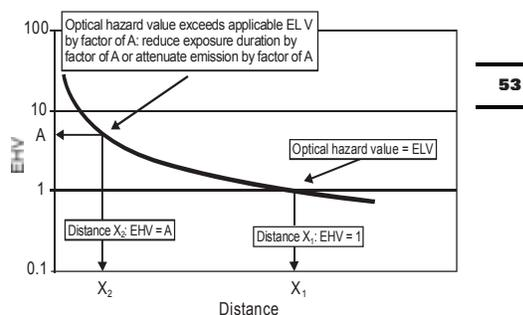

Bild 1 – Exempel på grafisk presentation av avstånd beroende på utstrålande riskvärden
Med ökat avstånd till en lampa minskar de tillämpliga riskvärdena, se bild 1. Vid avståndet X_1 , $EHV = 1$, d.v.s. EHV är lika med det tillämpliga emissionsgränsvärdet. Avstånd X_1 är riskavståndet (HD) för detta lampsystem. Vid avståndet X_2 överskrider det optiska riskvärdet det tillämpliga emissionsgränsvärdet med en faktor på A . Vid detta avstånd kan överdriven exponering för optisk strålning reduceras antingen med